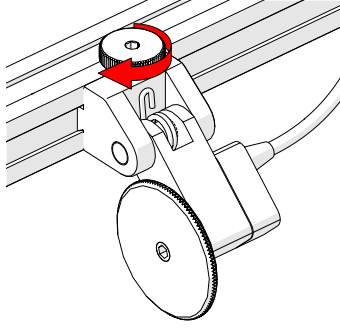

Fig. 76 - Tighten knob
2. Tighten the encoder knob (Fig. 76).